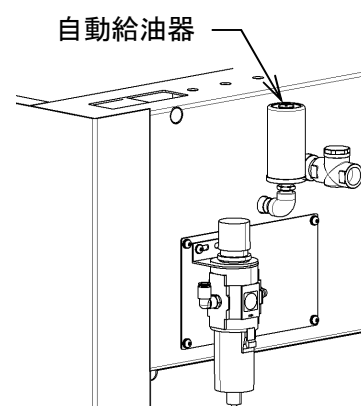

図 8-3
- ③ 上部のガスジェネレーター設定数値を[6]のところ、↑印を合わせます。⇒スイッチが ON になります。容器に入れてしばらく置き、オイルの吐出を確認します。(図 8-3)
- ④ 油性ペンなどで、自動給油器の側面ラベルに使用開始日を記入すること。
- ⑤ 機械の給脂箇所到手でねじ込み取り付けます。(図 8-3)
- ⑥ 約 6 ヶ月間使用可能ですが、6 ヶ月間の使用を保証するものではありません。必ず毎週残量を確認します。